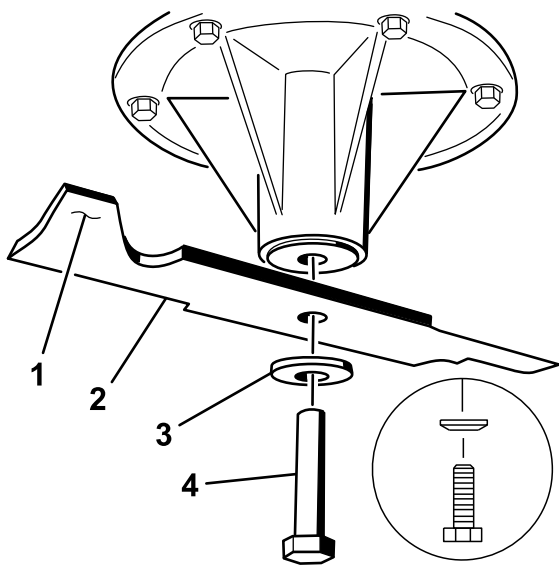

Figura 73
2. Instale la cuchilla en el eje (Figura 73).
3. Instale la arandela curva y el perno de la cuchilla (Figura 73).
**Nota:** El cono de la arandela curva debe estar orientado hacia la cabeza del perno (Figura 73).